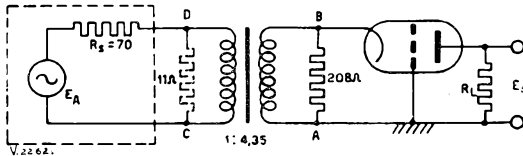

Fig. 38
We bezien hiertoe fig. 38.
Aangezien de kabel verliesvrij en de antenne aangepast is verondersteld, kan men de primaire spanning (punten C en D) berekenen op de in fig. 38 aangegeven manier. In deze figuur is de kathodekring als gewone transformator getekend.
De signaalspanning E_s aan de plaatbelasting R_L van onze versterker berekenen we nu verder volgens de in fig. 38 aangegeven manier. Volgens (36) is de optredende kathodespanning $E_k = 0,59 E_A$ en volgens (37) is de spanningsversterking $v = 8,5$ en hieruit volgt dus voor E_s :